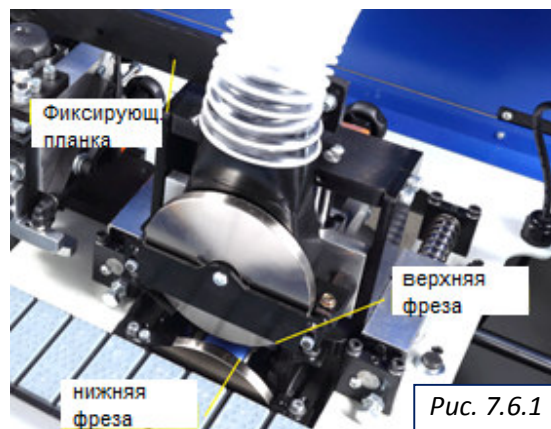

Рис. 7.6.1
- Стандартное оборудование фрезерного узла включает в себя 2 фрезы – верхнюю и нижнюю, которые плавают и повторяют поверхность панели при помощи 2 копирующих подкладок (Рис. 7.6.1).
- При изменении высоты податчика панели под высоту обрабатываемой панели, высота верхней фрезы регулируется автоматически при помощи фиксирующей планки (Рис. 7.6.1).